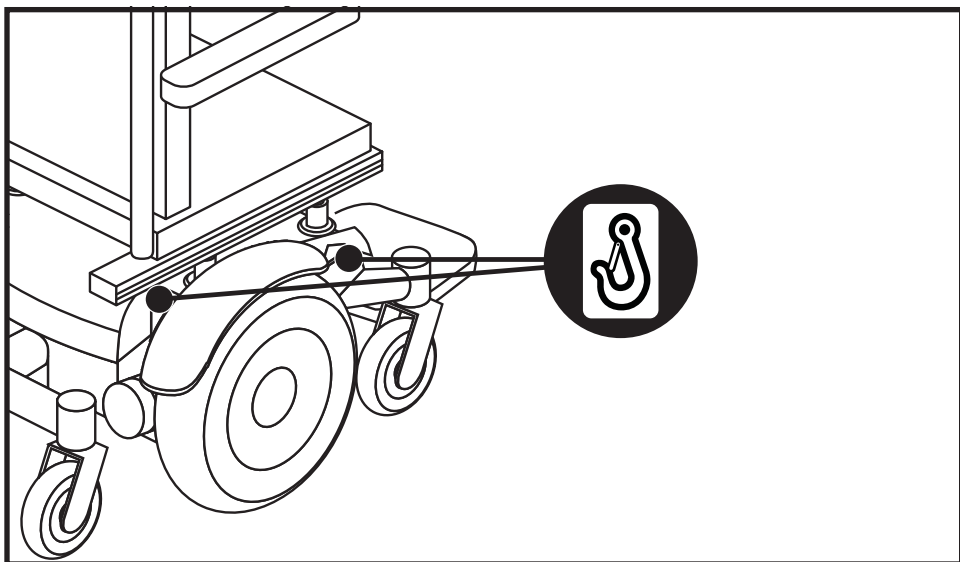

**Figuur 1. Bevestiging van de elektrische rolstoel**
- Plaats de verankerpunten voor de achterste bevestigingsriemen achter de achterste bevestigingspunten op de elektrische rolstoel. De voorste bevestigingsriemen dienen te worden verankerd aan vloerpunten die wijder uit elkaar zijn geplaatst dan de elektrische rolstoel voor betere laterale stabiliteit. **Zie figuur 1.**